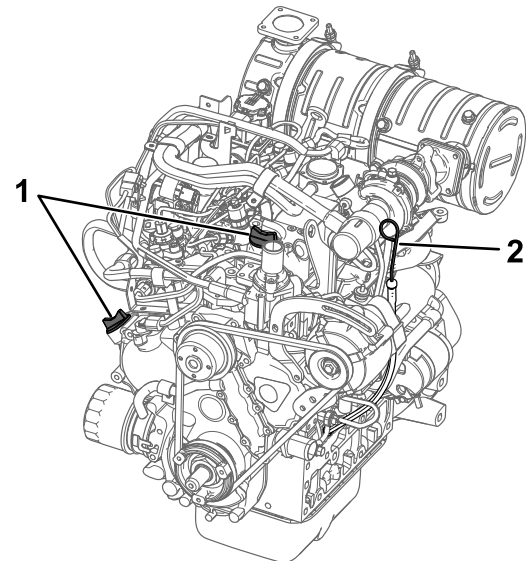

Figure 55
4. Nettoyez la surface autour de la jauge d'huile et enlevez le bouchon de remplissage (Figure 55).